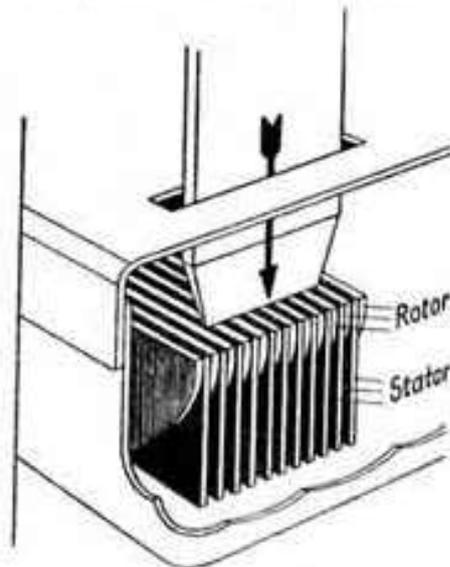

Bild 1
- b) Durch den Schlitz in der Drehkondensatorkappe wird eine messerähnliche Lehre (Pertinax) senkrecht hineingesteckt und mit mäßigem Druck nach unten gedrückt (s. Bild 1).